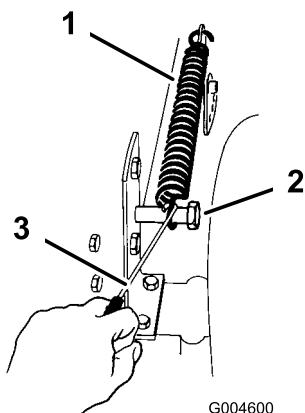

Figura 36
9. Retire el muelle de elevación asistida de la altura de corte del perno de retención (Figura 36), usando la herramienta suministrada con el tractor.
19. Enganche el muelle de elevación asistida de altura de corte sobre el perno de retención (Figura 36), usando la herramienta suministrada con el tractor.